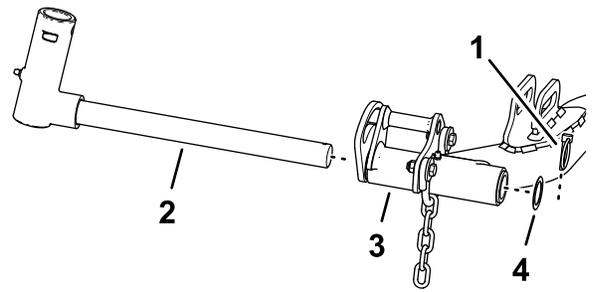

Figura 19
- Retire o pino de sujeição e a anilha que prende a forquilha da articulação e faça deslizar o veio de articulação para fora do braço de elevação (Figura 19).